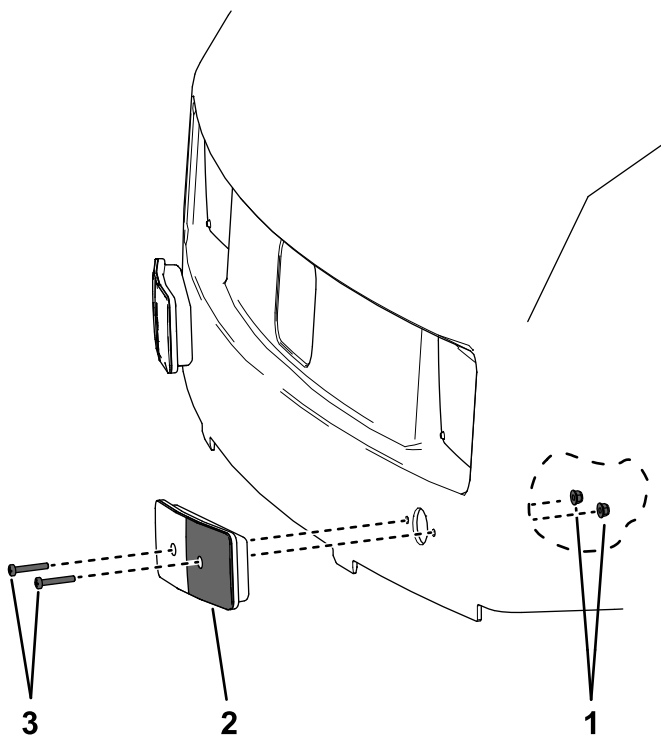

图 21
1. 拆下将转向灯固定至机罩的 4 个十字头螺栓和螺母 图 21。